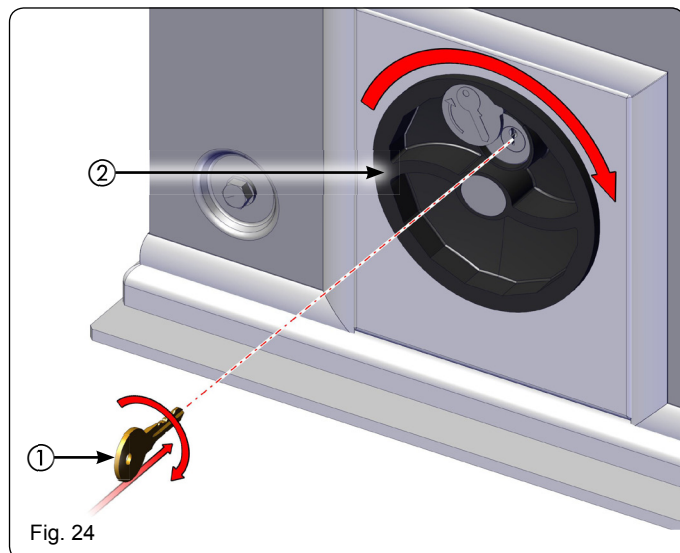

Fig. 24
1. Inserire l'apposita chiave in dotazione e ruotarla in senso orario (Fig. 24 rif. ①).
2. Ruotare il sistema di sblocco in senso orario sino all'arresto meccanico (Fig. 24 rif. ②).